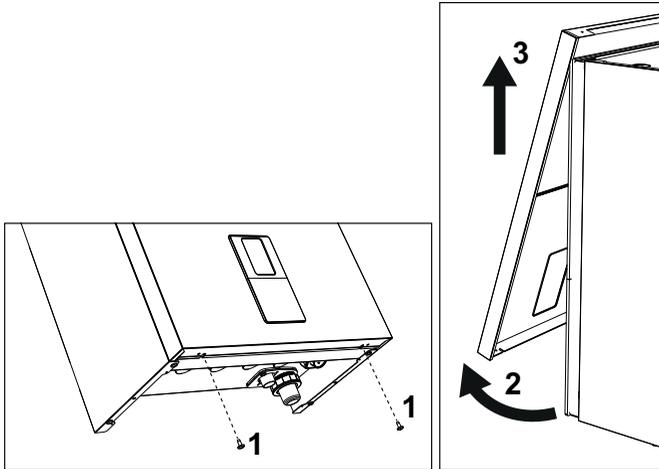

fig. 56- Apertura del panel frontal
1. Desenrosque los tornillos "1" (véase fig. 56).